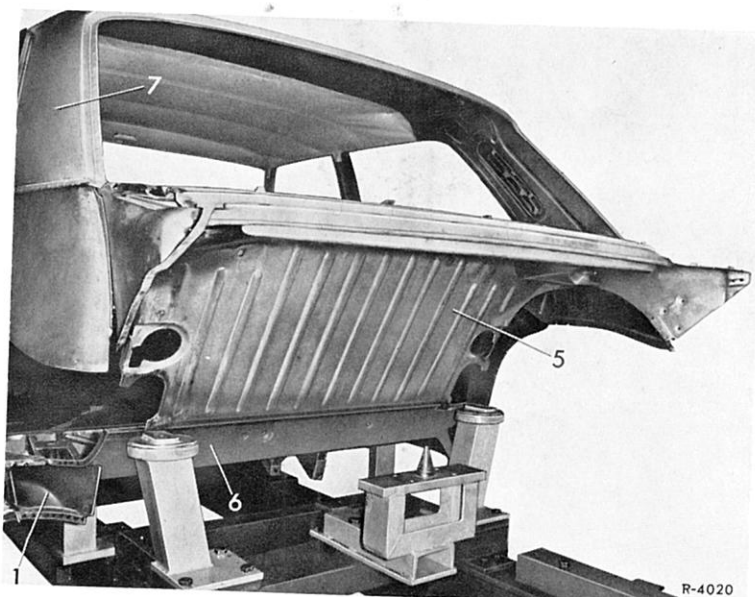

Bild 64-3/1
5 Längsträger (1) des Ersatzteil-Heckbodens (2) anpassen. Heckboden aufsetzen und heftschweißen (Bild 64-3/3).